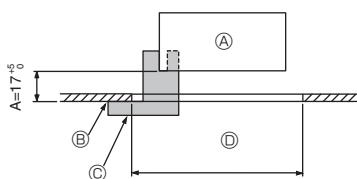
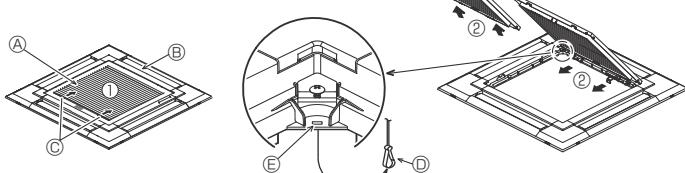

Fig. 9-2
Fig. 9-3
① Rooster	1	950 x 950 (mm)
② Meetplaatje voor installatie	1	(In 4 delen verdeeld)
③ Schroef (4 x 16)	1	voor PLP-6EA, PLP-6EALE, PLP-6EALME
④ i-see sensor hoekpaneel	1	voor PLP-6EA, PLP-6EALE, PLP-6EALME
⑤ Draadloze afstandsbediening	1	voor PLP-6EA, PLP-6EALME
⑥ Houder voor afstandsbediening	1	Meegeleverd indien uitgerust met de draadloze afstandsbediening.
⑦ LR6 AA-batterijen	2	Meegeleverd indien uitgerust met de draadloze afstandsbediening.
⑧ 3,5 x 16 mm zelftappende schroeven	2	Meegeleverd indien uitgerust met de draadloze afstandsbediening.
9.2. Voorbereidingen om het rooster vast te maken (Fig. 9-2)
- Met het in deze set meegeleverde meetapparaat ② regelt en controleert u de relatieve positie van het hoofdapparaat ten opzichte van het plafondoppervlak. Als het hoofdapparaat niet goed is geïnstalleerd ten opzichte van het plafondoppervlak, kan er luchtelekage of condensatie ontstaan.
- ④ Apparaat
⑤ Plafond
⑥ Meetplaatje voor installatie ② (geplaatst in het hoofdapparaat)
⑦ Afmetingen opening plafond
9.2.1. Verwijderen van de grill van de inlaatopening (Fig. 9-3)
- Schuif de hendels in de richting die wordt aangegeven door de pijl ① om de grill van de inlaatopening te openen.
- Verwijder nu het scharnier van de grill van de inlaatopening zoals aangegeven door de pijl ②, terwijl de grill in de geopende positie staat.
[Fig.9-3] [Fig.9-4]